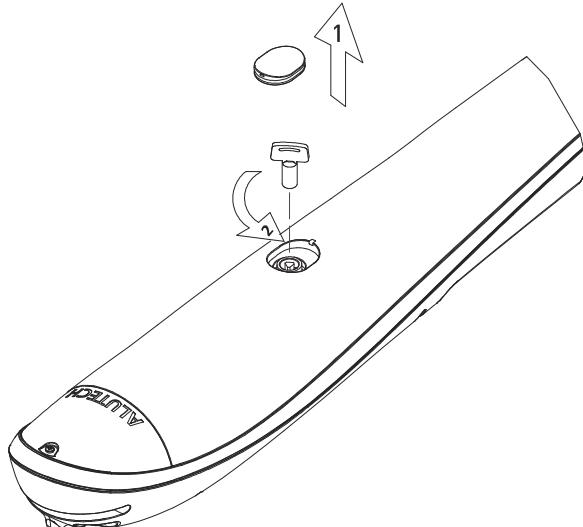

Рисунок 15. Ручная разблокировка
Разблокировка привода (рис. 15) выполняется специальным ключом из комплекта привода. Ключ поворачивается на $\sim 180^\circ$ в направлении маркировки **OPEN**. Чтобы вернуть привод в заблокированное состояние (засцепление) необходимо ключ повернуть в направлении знака **CLOSE**. После блокирования медленно, без рывков и ударов переместите створку рукой, пока не услышите характерный щелчок зацепления.
- Разблокируйте привод как показано на рис. 15.